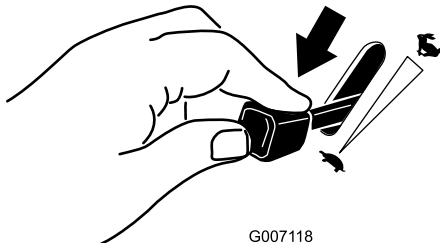

Figure 24
1. Placez la manette d'accélérateur à la position bas régime (Figure 24).